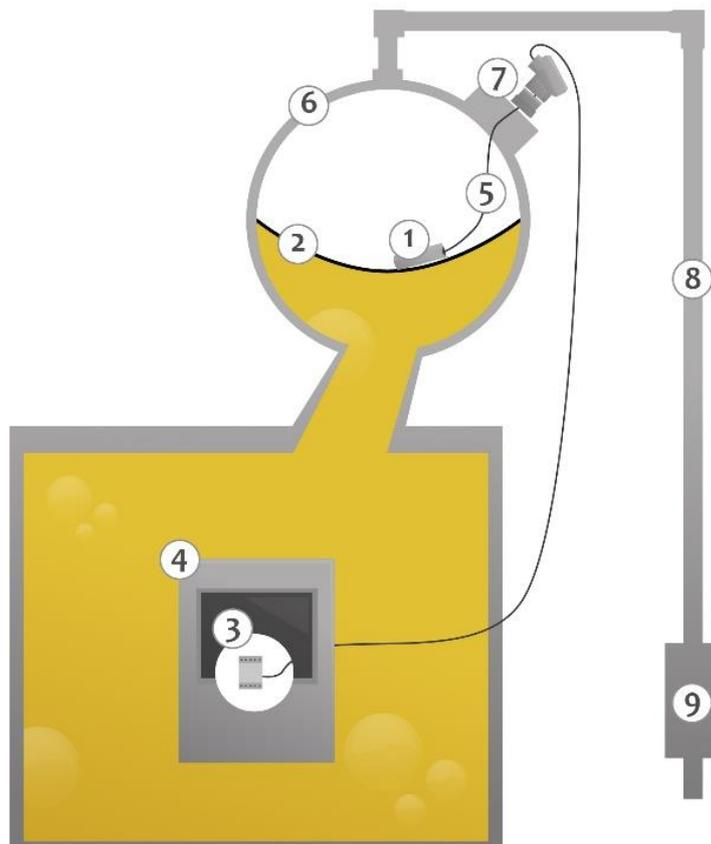

Figura 3 - Aplicação do relé MBR com membrana
A Figura 3 ilustra a aplicação do Relé de Membrana com um sistema de selagem baseado em membrana de borracha. Nesta figura podemos observar o sensor (1) localizado na parte superior da membrana de borracha (2). O sensor (1) é ligado ao módulo de controle (3), instalado no painel de comando do transformador (4), através de um cabo (5). A passagem do cabo (5) do interior do tanque de expansão (6) para o exterior é geralmente realizada por meio de uma caixa de passagem (7), de forma a manter a vedação do tanque de expansão (6). Essa caixa de passagem não é fornecida juntamente com o MBR, pois sua construção física dependerá da forma construtiva do tanque conservador. Pode ser utilizado uma caixa de passagem CP-MBR para a instalação caso desejável.